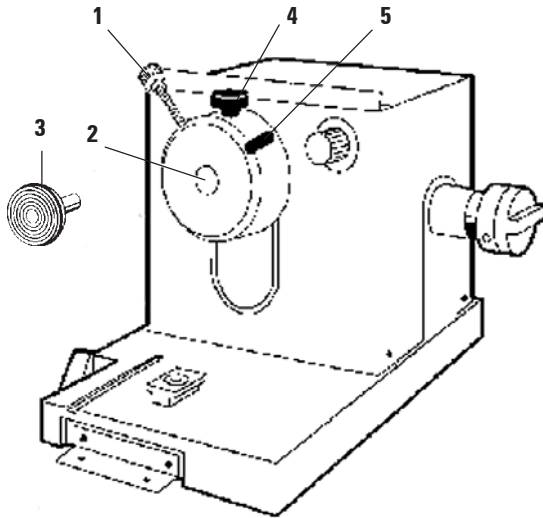

Ilustración 18
- Dado el caso, activar la unión de Peltier (4) - tarda unos 40 segundos hasta proporcionar la capacidad de refrigeración máxima.
- Después insertar la platina con la muestra congelada en el cabezal porta-muestras (Ilustración 18) y empezar a cortar.
- Atornillar el dispositivo de fijación (1) del extractor de calor (2) con dos tornillos en el orificio previsto en la pared lateral de la criocámara y después insertar el extractor de calor.
- Una vez congelada la muestra, almacenar el extractor de calor sobre la estación de aparcamiento (3).